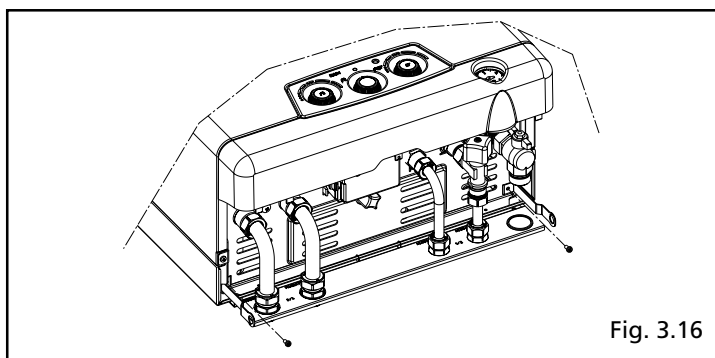

Fig. 3.16
- applicare sulla mensola le squadrette porta copertura fornite in dotazione, fissandole con le apposite viti (fig. 3.16)